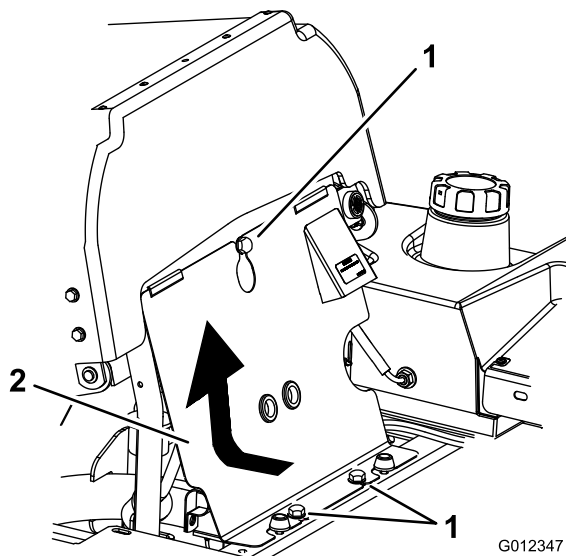

Figura 72
- Inclinate il sedile in avanti, allentate i bulloni e togliete il pannello anteriore del motore (Figura 72).